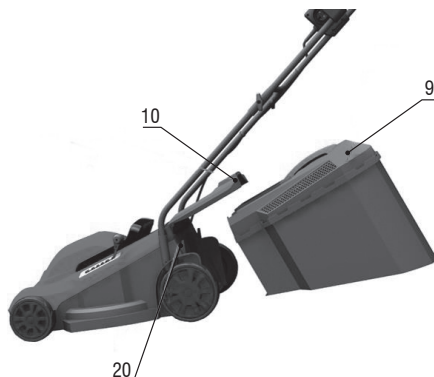

Figura 8 – Montagem do recolhedor na máquina
e) Abra a tampa de proteção (10), alinhe os engates do recolhedor (20) e aperte, fixando o recolhedor (9) na máquina (figura 8).